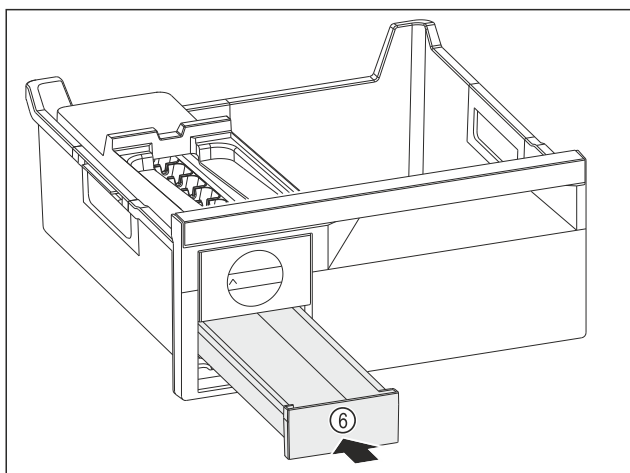

Fig. 87
- ▶ Skub isterningskuffen Fig. 87 (6) ind.